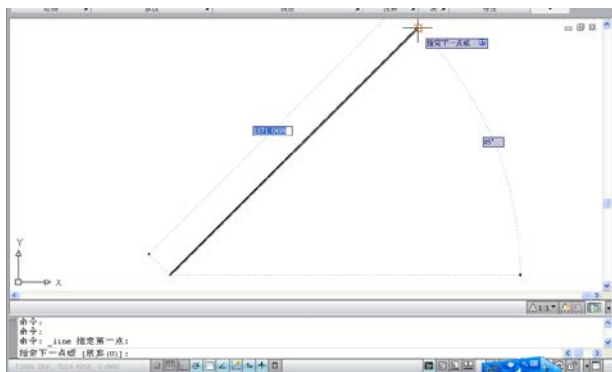

图 18.25
(3) 绘制主管道，因为该住宅楼是多层建筑，因此将各楼层的进水管一同绘制出来，并使用文字进行说明，单击【常用】/【绘图】面板/【直线】按钮，利用【极轴追踪】，绘制一条直线，如图 18.25 所示。